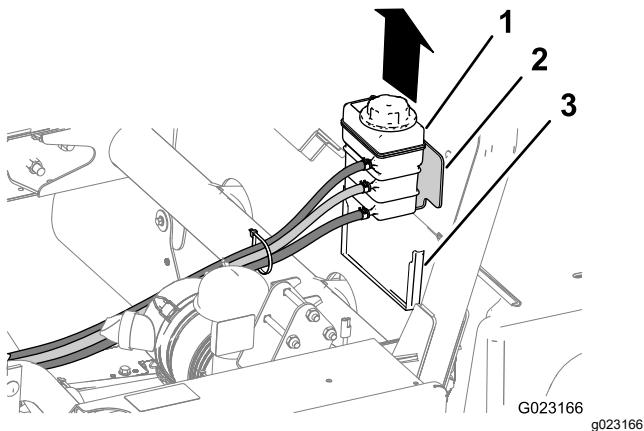

Рисунок 8
1. Извлеките расширительный бачок из посадочного кармана на задней стороне кожуха сидений (Рисунок 8).